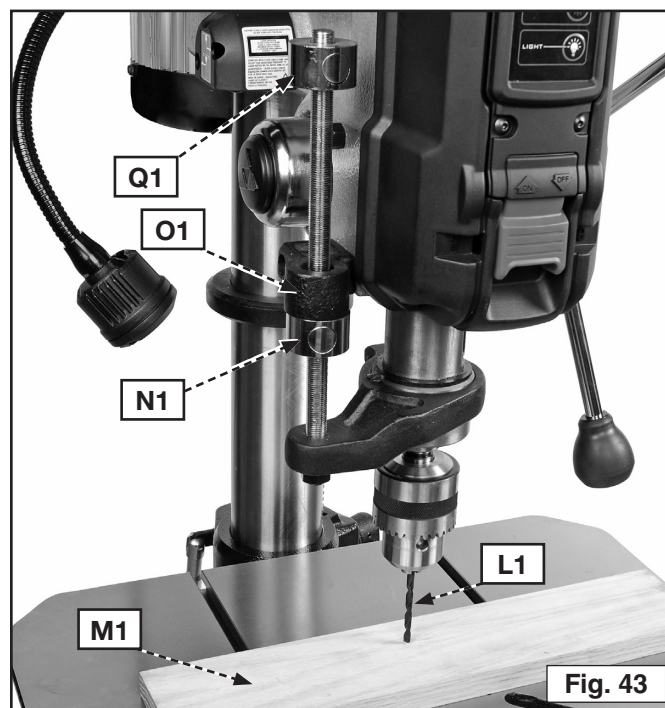

Fig. 43
1. Insérez une mèche (L1) dans le mandrin, fig. 43.
2. Abaissez la mèche jusqu'à ce qu'elle touche la pièce à travailler (M1), fig. 43.
- En maintenant le fourreau sur cette profondeur, relevez l'écrou de blocage du fourreau (N1), fig. 43, jusqu'à ce qu'il se trouve contre le dispositif de fixation de la butée de profondeur.
- Toujours en maintenant la broche, abaissez l'écrou de la butée de profondeur (Q1), fig. 43, tout contre le dispositif de fixation de la butée de profondeur.
- Rabaissez l'écrou de blocage du fourreau (N1), fig. 43, pour le mettre à l'écart.
- Branchez la machine sur le secteur, puis percez un trou pilote pour vérifier le réglage. Si nécessaire, réajustez l'ensemble en tournant l'écrou de butée (Q1), fig. 43, pour un réglage de précision. Il n'est pas nécessaire d'appuyer sur le bouton pour tourner l'écrou de butée (Q1).